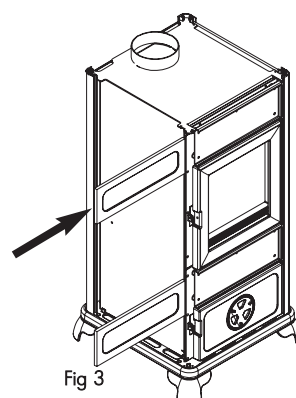

Fig 3
- infilare le due mattonelle piccole nella sede dei frontali anteriori (inferiore e superiore), e rimontare il profilo anteriore, come da fig 3.